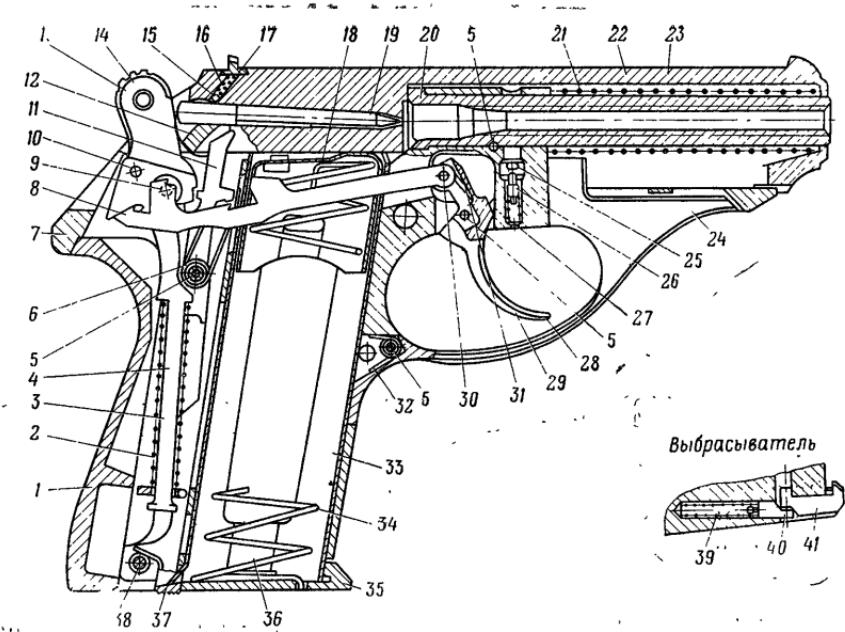

Рис. 1. 5,45-мм самозарядный малогабаритный пистолет ПСМ; индекс 6П23:
1.4. Устройство пистолета показано на рис. 1, на этом рисунке указаны условные номера частей пистолета, на которые в тексте Руководства даются ссылки без указания номера рисунка: в подрисуночном тексте даны чертежные номера деталей, которыми необходимо пользоваться при заказе запасных частей и в других случаях.